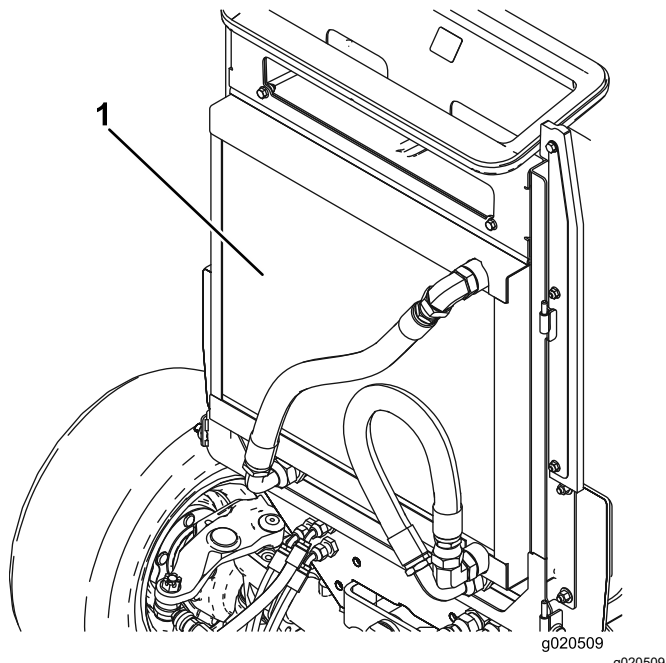

Figura 76
5. Limpie a fondo ambos lados del enfriador de aceite y del radiador con aire comprimido (Figura 76).